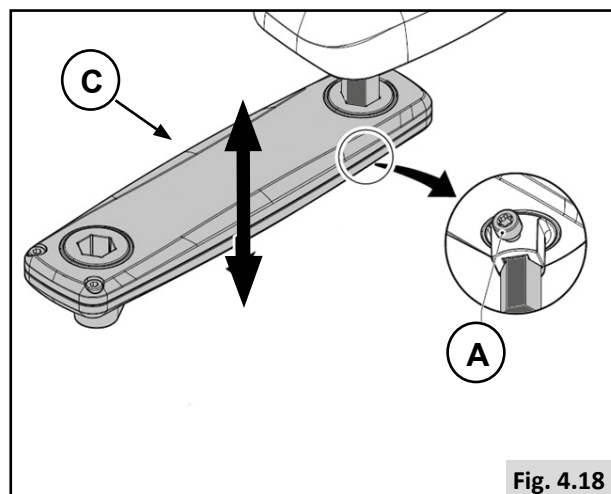

Fig. 4.18
Preimpostazione della posizione in altezza dell'unità di comando (1) (Fig. 4.18).
1. Allentare i bulloni (A).
2. Fare scorrere il supporto (C) fino a raggiungere la posizione desiderata.
3. Stringere (A).